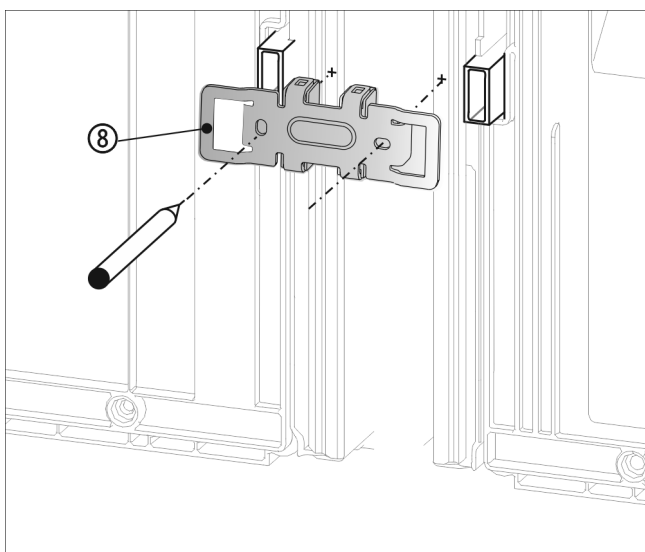

Fig. 21
- ▶ Надвиньте угол Fig. 21 (8) выемками над креплением для пристенных распорок.